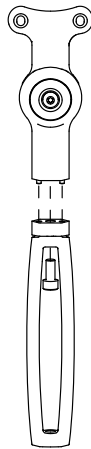

図 4.
4. 位置合わせピンを使って、交換用レッグとベースの位置を合わせます。図 4 をご覧ください。
5. 図 4 のように、付属の新しい留め金具 (M6 x 14) をレッグとベースに通し、5 mm 六角レンチを使って留め金具を **6.0 N·m (53 in·lbf)** のトルクで締め付けます。